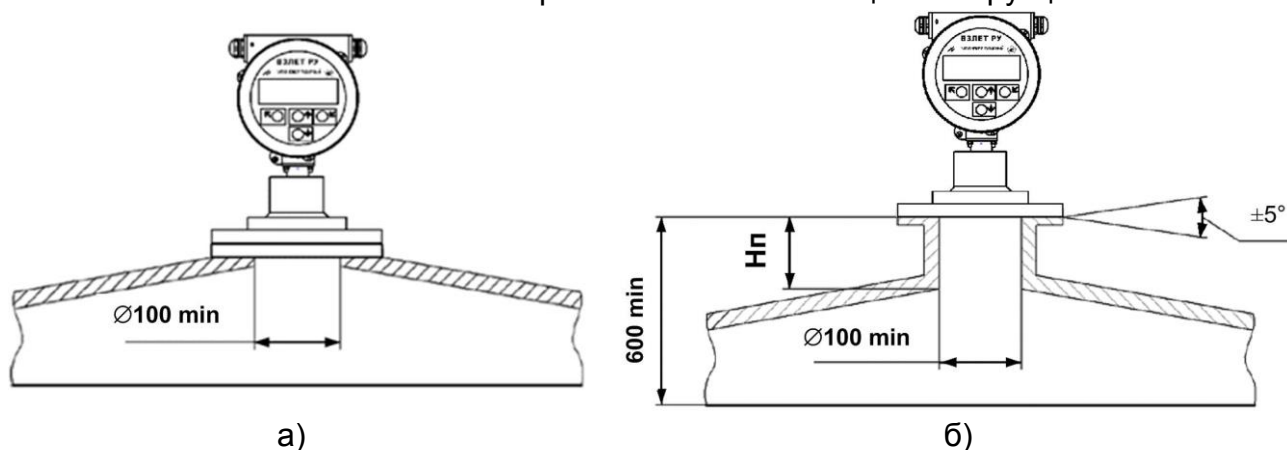

Рис.10. Рекомендуемые варианты монтажа уровнемера.
4.1.1. На рис.10.а и 10.б показаны примеры монтажа прибора, выполненного в соответствии с требованиями настоящей инструкции.
На рис.10.а показан монтаж прибора на фланец резервуара без использования патрубков и вариант 10.б с использованием установочного патрубка.